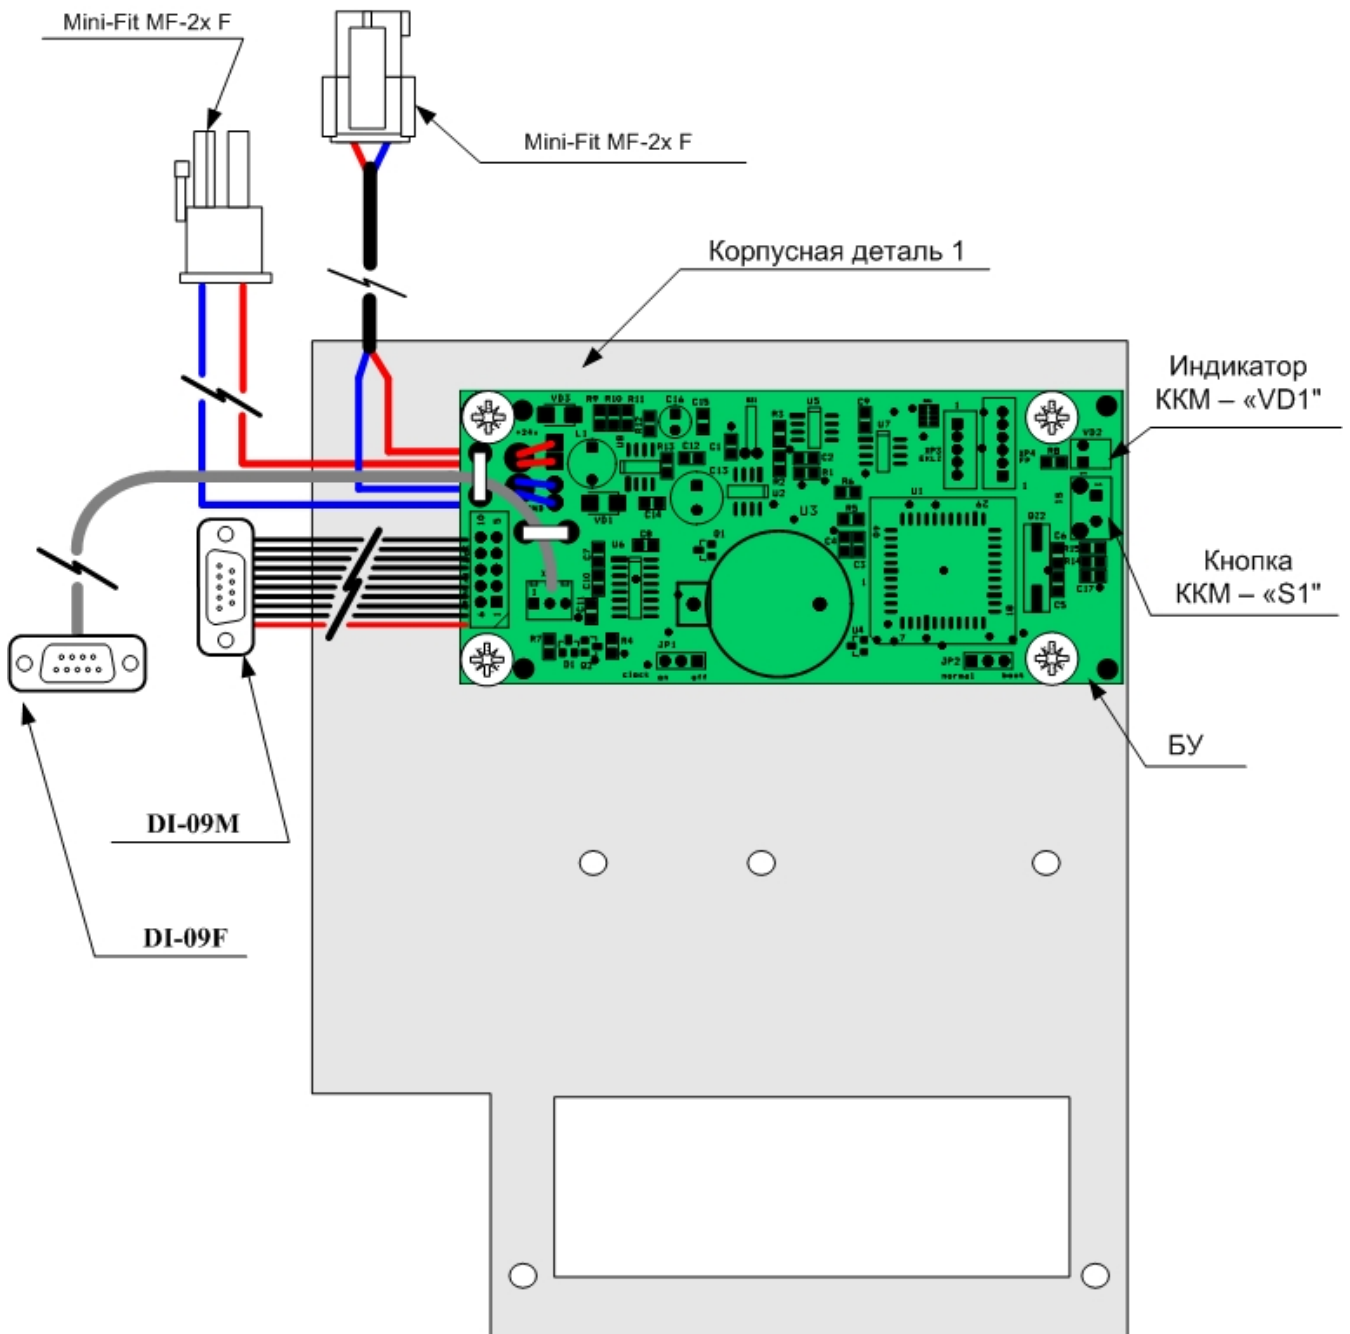

Рисунок 14 – Фискальный блок. Внешний вид (крышка условно не показана).
4.10. Запустите тестовую программу «ТЕХНОЛОГИЧЕСКИЙ ПРОГОН». Для этого включите ККМ, удерживая кнопку на блоке управления (обозначена на рис.14 как S1).
4.11. Загорится индикатор DL1 (см. рис. 14). Когда индикатор погаснет, отпустите кнопку S1. Начнется «ТЕХНОЛОГИЧЕСКИЙ ПРОГОН». Распечатка технологического прогона приведена на следующей странице.